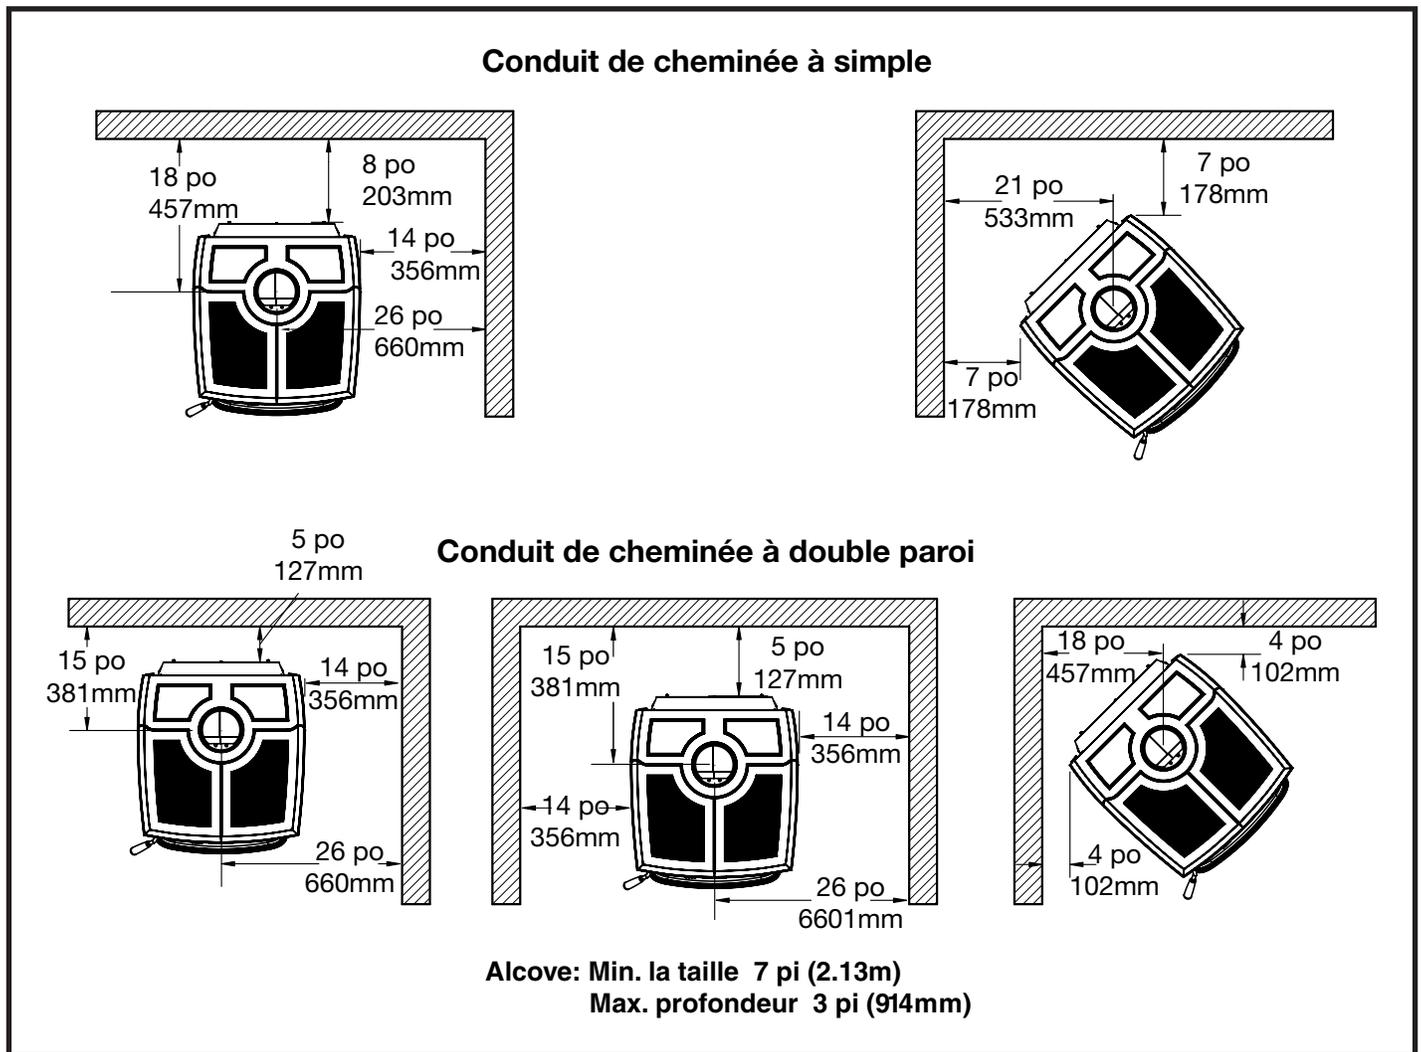

Figure 3: T5 Degagemnets Minimum.
- Les dégagements des surfaces et matériaux combustibles sont indiqués à la Figure 3 pour un événement à cloison simple. Les dégagements peuvent être réduits lorsque différents matériaux d'isolation à la chaleur sont utilisés. Consulter le code des incendies local ou les autorités pour obtenir l'approbation.
- Pour des dégagements plus courts, utiliser un événement à cloison double (Figure 3).